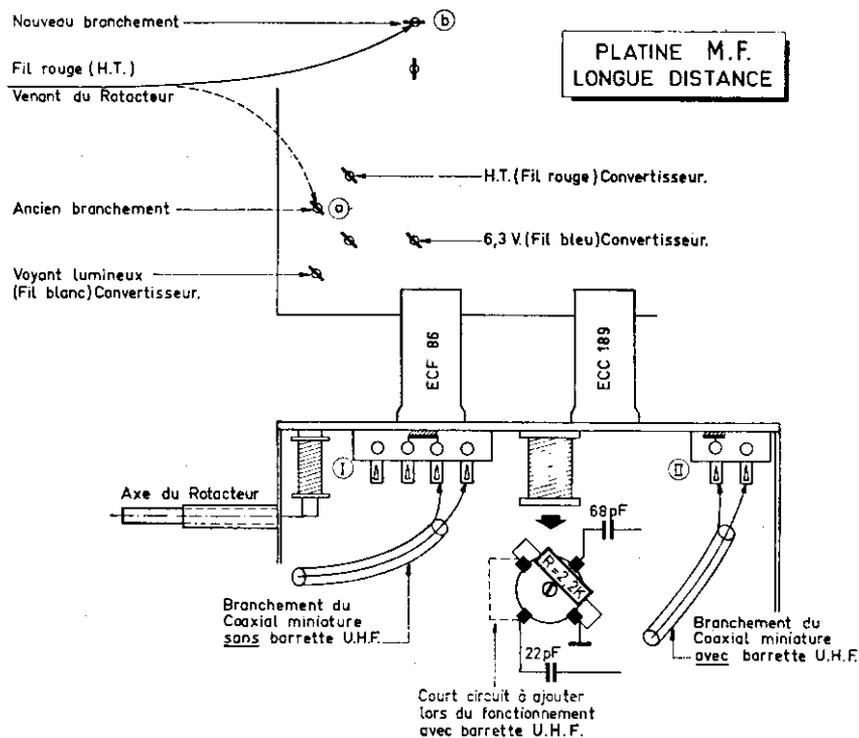

Fig. 8
b) Montage dans le cas d'un rotacteur AVEC » cosses-relais (voir fig. 8) :
- Déconnecter le coaxial miniature du convertisseur de la barrette- relais (I) à 4 cosses et connecter l'âme de ce coaxial à la cosse droite et la masse à la cosse gauche de la barrette-relais (II) à 2 cosses.